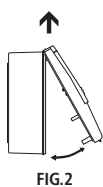

FIG.2
- Ouvrir l'appareil et séparer le frontal du boîtier (Fig. 2).
- Monter le frontal du boîtier (Fig. 2).